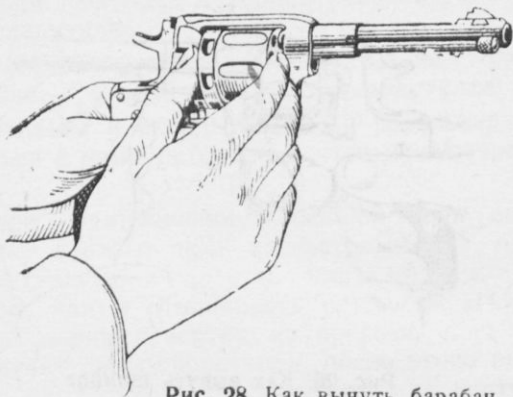

Рис. 28. Как вынуть барабан
3) вынуть барабан: откинуть дверцу вниз к спусковой скобе, вынуть барабан в правую сторону и закрыть дверцу (рис. 28)